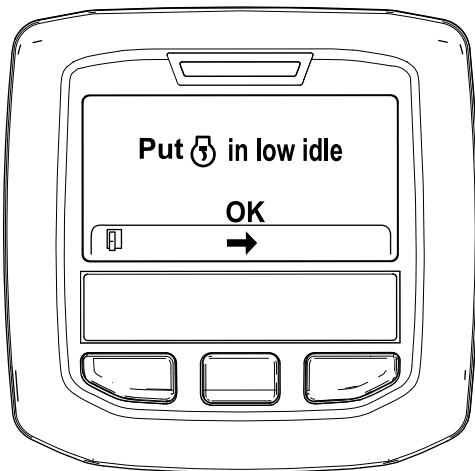

Figura 41
6. Mova o controlo da aceleração para RALENTI BAIXO e prima o botão central (Figura 41).